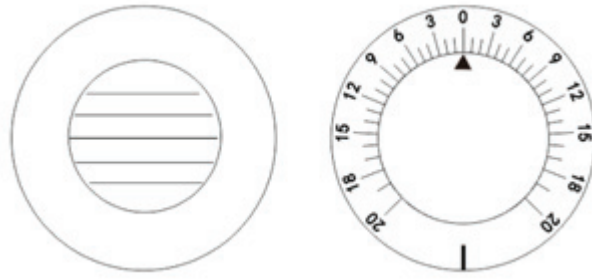
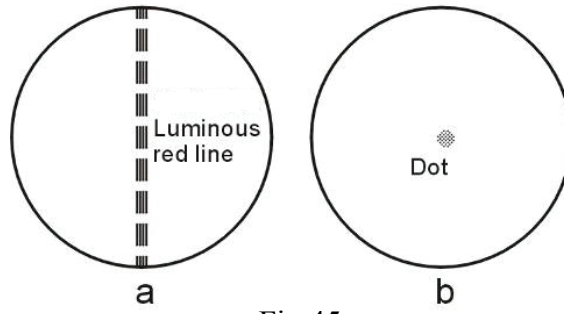
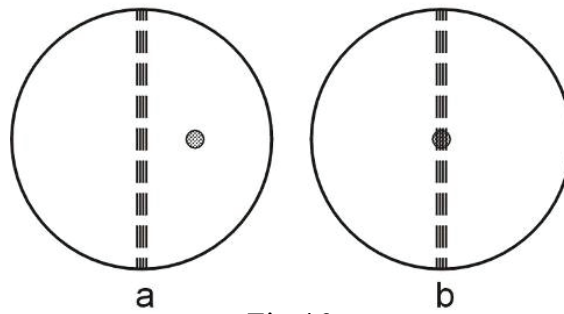
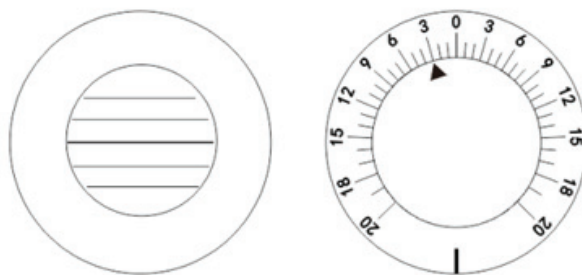

Fig.44
Fig.45
Fig.46
Fig.47
(1) Metoda tijei Maddox și prismei rotative
A. Mai întâi efectuați măsurarea foriei orizontale. Procedați conform (1) metodei cu prisme rotative descrise în 6.8.5 Testul echilibrului binocular. Rotiți butonul de rotație a lentilei auxiliare ②, și puneți ochiul drept pe MR_{RH} (Fig.44). Rotiți butonul de rotație a prismei ① cu setarea 0 pe simbolul triunghi orientat spre ochiul stâng. Aprindeți o mică lumină de fixare în poziția în care este proiectată diagrama. Acum, ochiul drept al lui Testee poate vedea o linie verticală roșie (vezi Fig.45 a), iar ochiul său stâng poate vedea un punct luminos (vezi Fig.45 b). Ele sunt probabil (a) sau (b) din Fig.46. Punctul luminos se va mișca și atunci când butonul de rotație al prismei ① este întors. Apoi cereți pacientului să spună când vede imaginea prezentată în Fig.46 b. Rezultatul testului este prezentat în Fig.47. Scala de rotație a prisme este afișată ca 2. Rezultatul 2ΔI (baza spre interior) reprezintă o înclinare de 2Δ spre exterior.